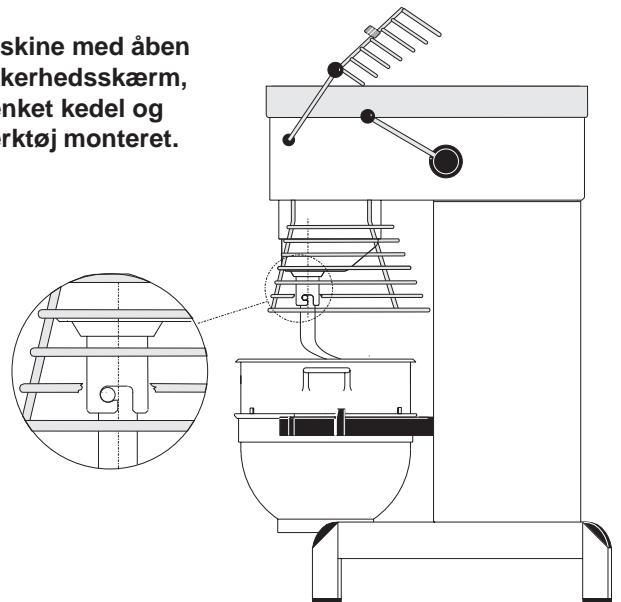

Fig. 3
- A) Sikkerhedsskærmen åbnes og kedlen placeres i kedelbøjlerne. **OBS:** bøjlerne skal være i laveste stilling og kedlen skal være skubbet helt tilbage i bøjlerne (**fig.2 og fig.3**).